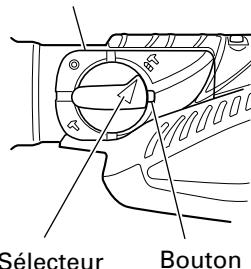

Fig. 6
- Aligner ▲ du levier de sélection sur  du support de levier comme indiqué sur la Fig 6.